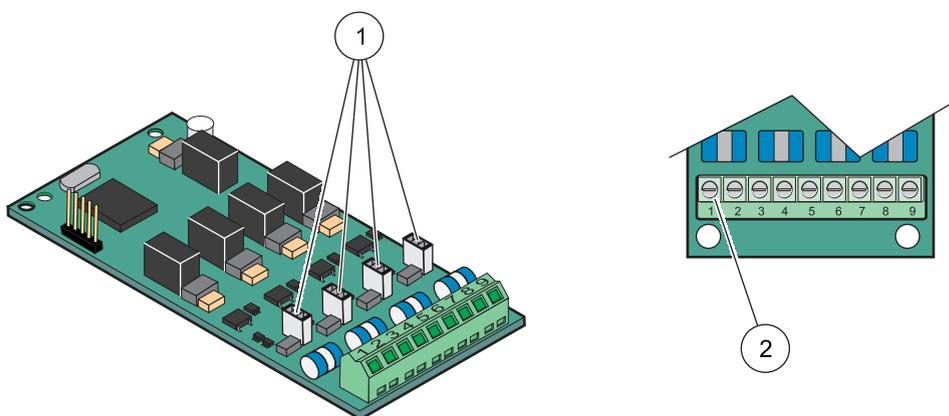

Figure 22 Connexions par câble de la carte d'entrée (YAB018) et paramètre du fil de connexion
4. Alimenter le câble à travers la base du module, correctement préparer et insérer chaque câble dans la borne selon Figure 22 et Tableau 5. Tirer doucement après chaque insertion pour se rassurer que la connexion est établie.